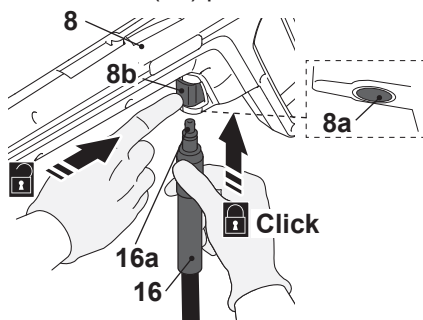

Fig. 3
- > Introduceți conectorul (16a) al furtunului de presiune (16) în portul de conectare al furtunului (8a) al pistolului de pulverizare (8). Asigurați-vă că se fixează în poziție (Fig. 3). Apăsați pe butonul de eliberare (8b) pentru deblocare dacă este necesar.